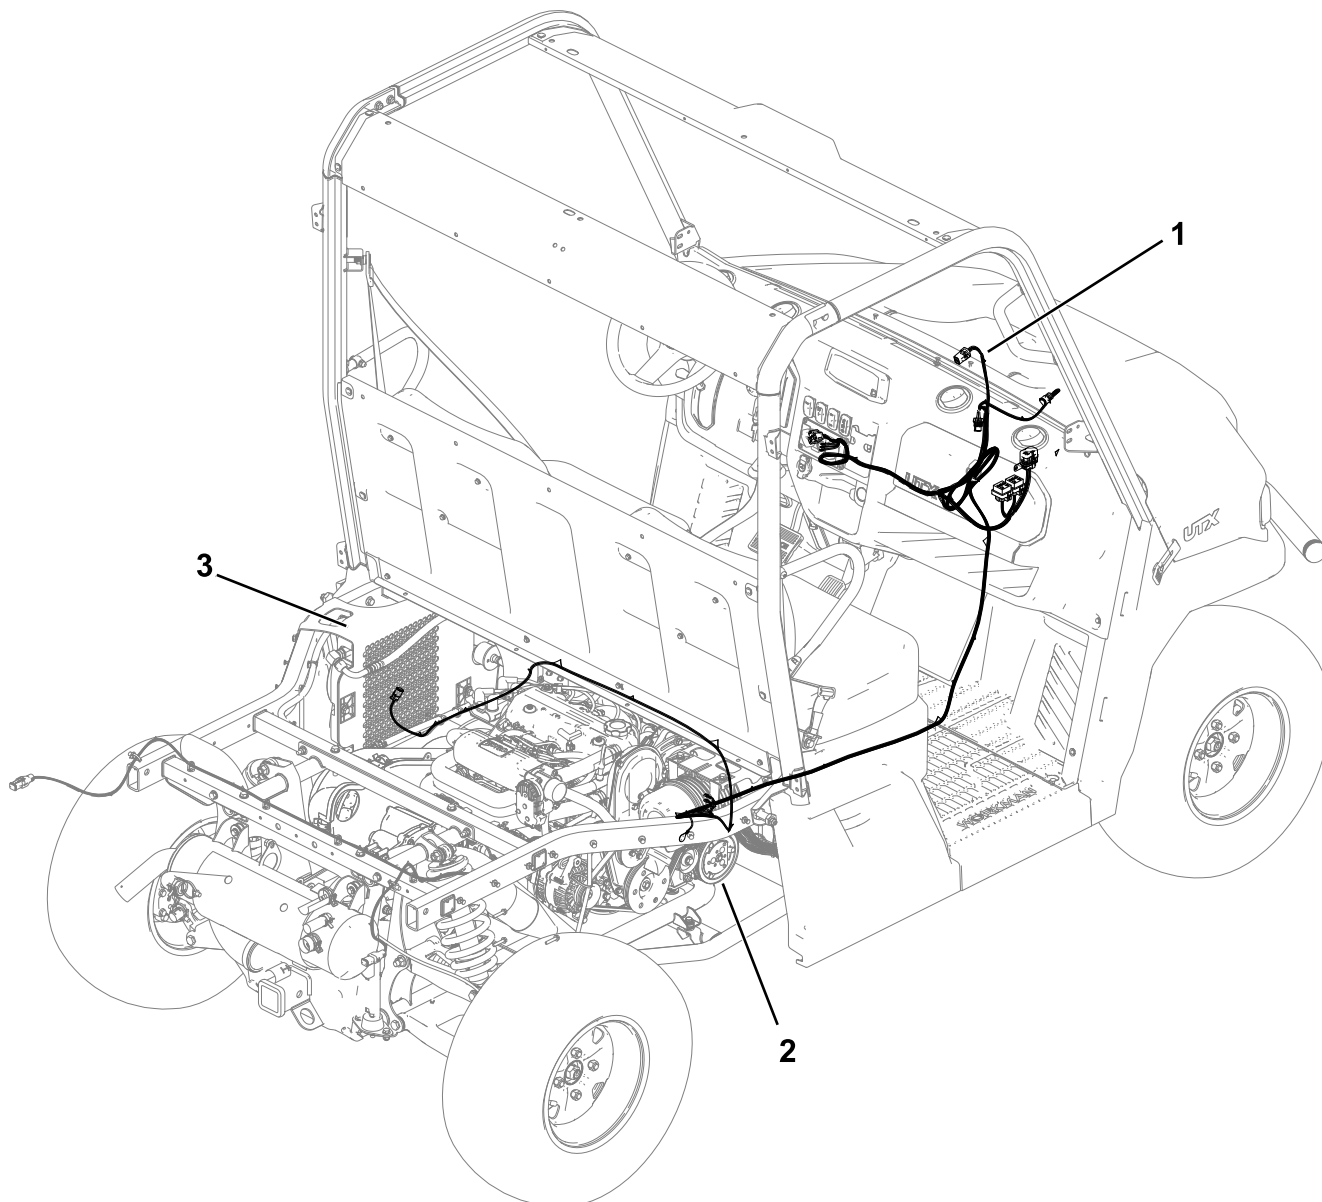

Figura 13
17. Disponete il cablaggio verso il basso lungo il canale del telaio di destra. Mantenete il cablaggio sul lato interno del canale (Figura 13).